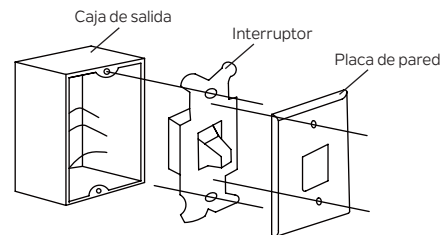

Figura 15
Paso 1. Retire la placa de pared existente y el interruptor de la caja de salida de pared. Desconecte los cables del interruptor existente. (Figura 15)